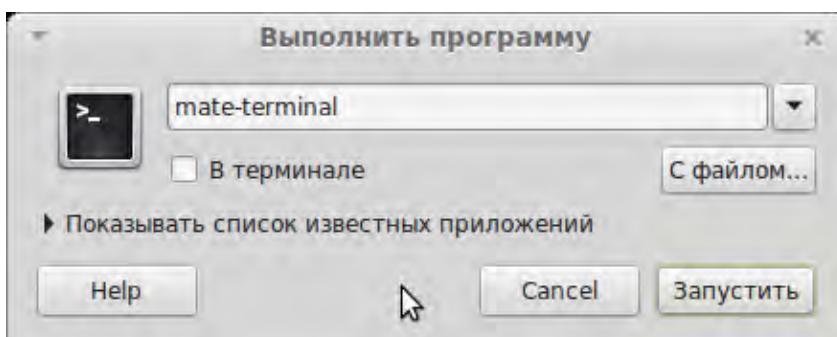

Рисунок 3. «Окно» на АРМ ШН.
7.1.5. Нажать кнопку «Запустить» (Рисунок 3).